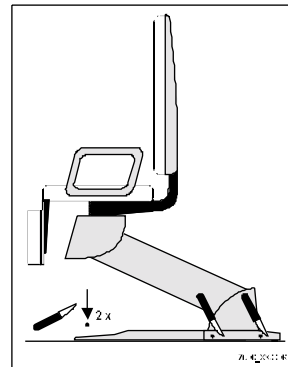

Abbildung 7
- Um die Bodenbefestigung durchzuführen, wird zuerst die Sitzhöhe erhöht bis sie ungefähr mit Abbildung 7 übereinstimmt. Unter "Bedienung des Stuhles" wird beschrieben, wie dieses gemacht wird.
- Dann werden die 6 Stöpsel aus Kunststoff mit einem kleinen Messer vorsichtig abgeschnitten (siehe Abb. 7).
- Zur Befestigung auf einem Stein- oder Betonboden werden zuerst die 4 Dübel 2-F fachgerecht eingebracht und danach werden die Schrauben 2-G benutzt (siehe Abb. 7-B). Zum Bohren in Stein- oder Betonboden benötigt man einen Steinbohrer von Ø 12 mm.